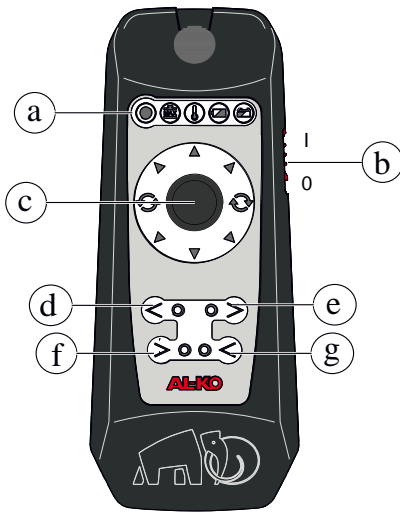

Fig. 2: Mando a distancia por radio
4. Mantenga las teclas pulsadas hasta que los LED de las teclas de avance parpadeen (fig. 2).
Los números entre paréntesis se refieren en esta sección a Fig. 2.